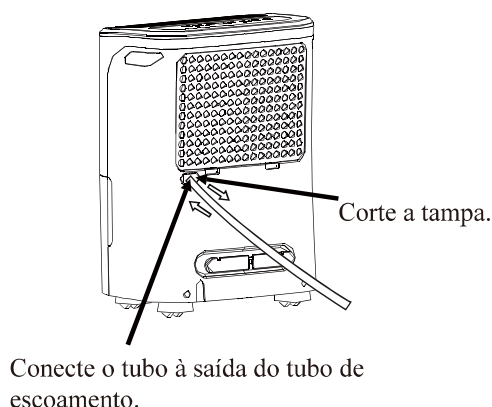

Fig.7
- Corte a tampa de saída do tubo de escoamento na parte de trás do aparelho. Conecte um tubo de escoamento (diâmetro interno = 13,5 mm) e direcione-o até ao coletor ou um equipamento de escoamento apropriado (Fig. 7).